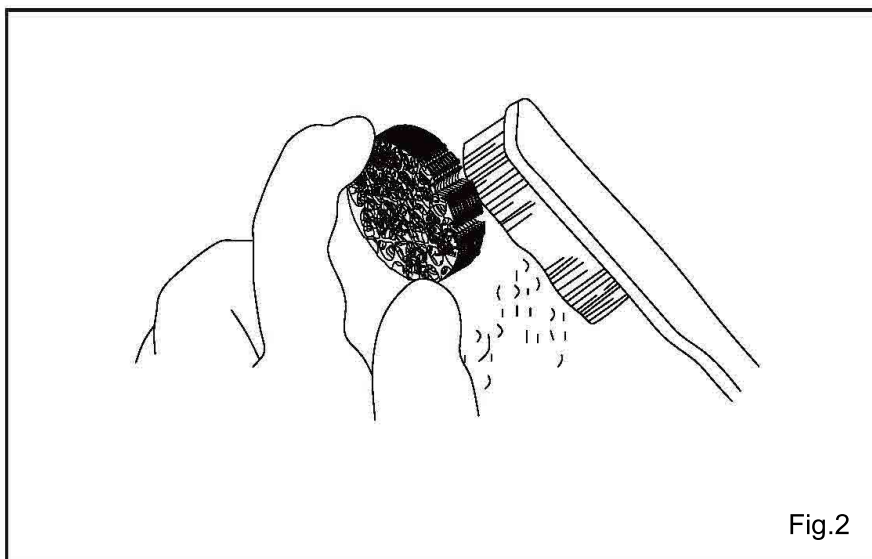

Fig.2
Retire el silenciador y el apagachispas. Utilice un cepillo de cerdas suaves para limpiar los depósitos del apagachispas (Fig. 2). También se puede usar un fluido de limpieza para limpiar el apagachispas.
3. Para drenar el carburador, retire el tornillo de drenaje (Fig. 2) para permitir que el combustible restante se drene en un recipiente aprobado. Enrosque el tornillo de drenaje, apriete. Finalmente, gire el control del cebador a OFF.